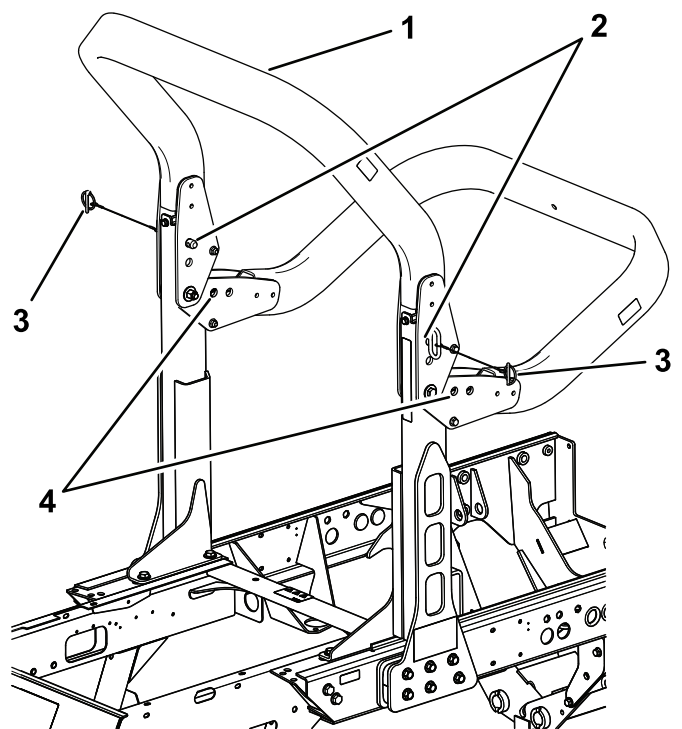

图 36
2. 支撑住翻车保护杆上架的同时从枢轴支架上卸下开口销和柱销图 36。